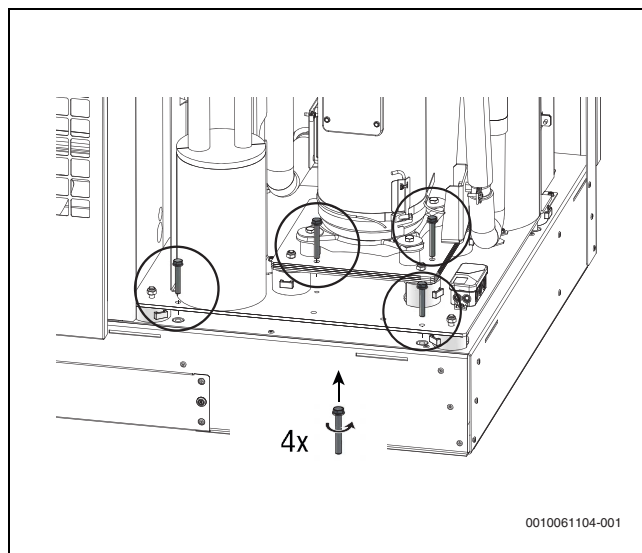

Fig. 40 Fjern skruerne og transportsikringerne
- Fjern de 6 skruer efter transporten, og træk de tilhørende transportsikringer ud → fig. 40, 41, 42, 43, side 23.